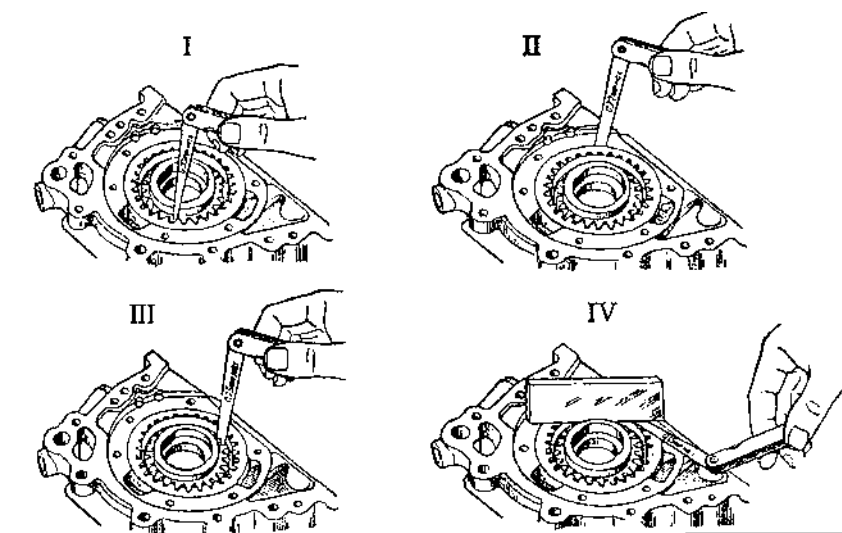

Рис. 2.32.4. Проверка зазоров между:
4. Зазор между зубьями шестерен масляного насоса 0,05-0,22 мм. При увеличении более 0,30 мм заменить шестерни (рис. 2.32.4).